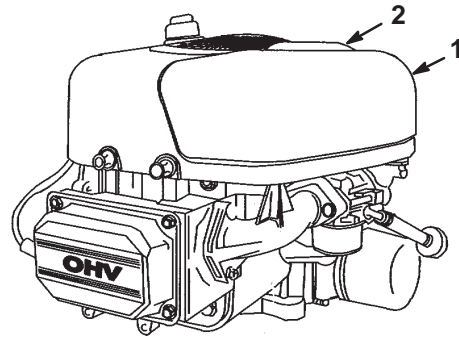

Bild 23
7. Ziehen Sie den Griff an der Luftfilterabdeckung hoch und drehen Sie ihn in Richtung des Motors (Bild 23).